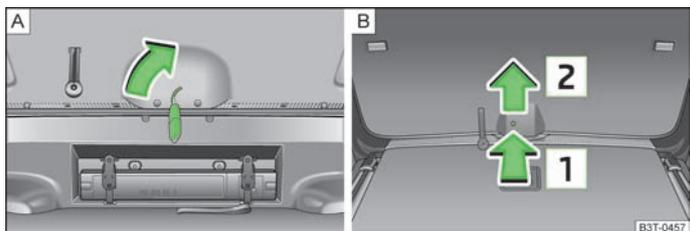

Fig. 21 Destrançamento de emergência da tampa da bagageira
- › Insira a chave do veículo na fenda do revestimento até ao batente » Fig. 21 - A.
- › Insira uma chave de parafusos ou uma ferramenta semelhante na abertura do revestimento no sentido da seta 1 » Fig. 21 até ao batente.
- › Destranque a tampa no sentido da seta 2 » Fig. 21 para cima.